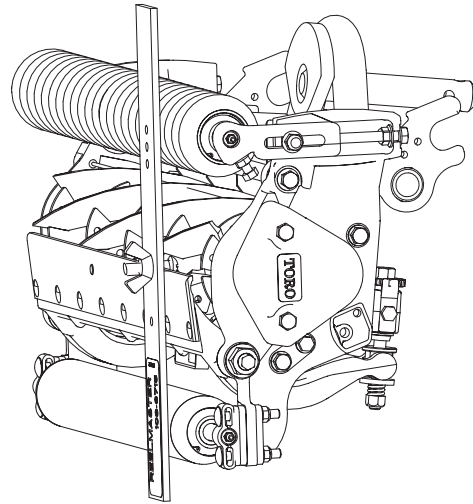

**Figure 14**
2. Desserrez l'écrou du gabarit (Fig. 14) et tournez la vis de réglage de manière à obtenir la hauteur de coupe voulue. L'écartement entre la base de la tête de la vis et la face du gabarit correspond à la hauteur de coupe.